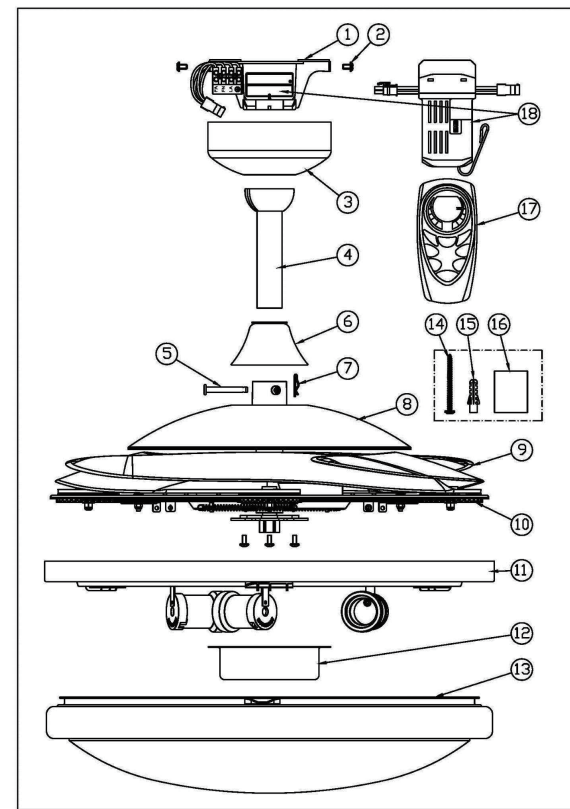

FIGURA 1
Extraiga el ventilador e identifique cuidadosamente las partes. Consulte la FIGURA 1
2) RETIRE EL DOSEL PARA CIELO RASO INO. 3) FIGURA 1 (A) COLOCANDO LOS DOS TORNILLOS CON RANURAS.
4) Fije el SOPORTE DE MONTAJE (FIGURA 1) A LA VIGUETA DEL CIELO RASO UTILIZANDO LOS TORNILLOS LARGOS INCLUIDOS. ASEGÚRESE DE ENROSCAR AL MENOS 40 MM DEL TORNILLO EN EL SOPORTE.